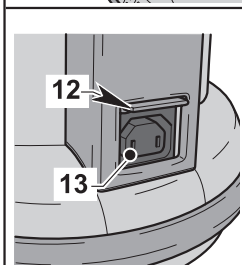

Fig. 5
- Die Verlängerung (10 Abb. 5) an den ergonomischen Griff (9 Abb. 5) am Schlauch anschließen.